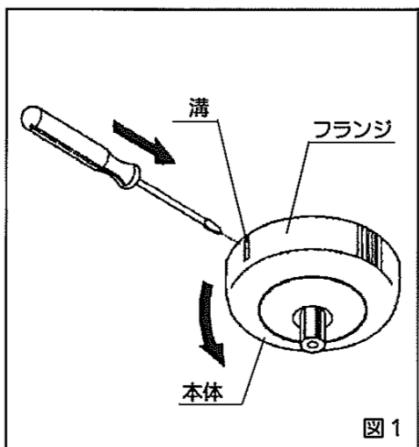

図1
1. フランジの溝にマイナスドライバー等の先端を押込みはずしてください。（図1）